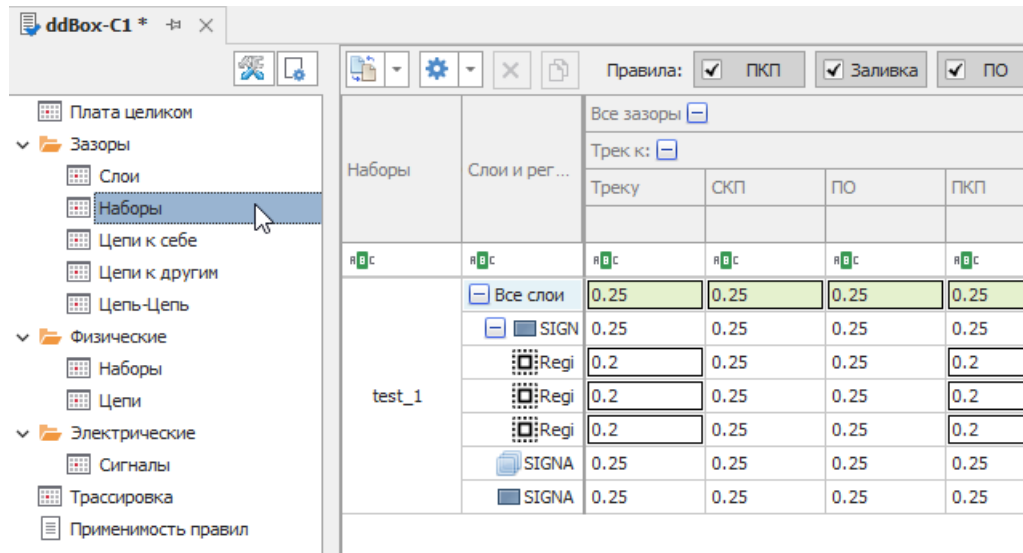

Рис. 55 Создать набор правил
- **Создать набор правил** – набор правил не будет применен к цепям, на основе правил которых был создан. Созданный набор будет помещен в качестве шаблона в раздел «Зазоры» → пункт «Наборы», Рис. 55;